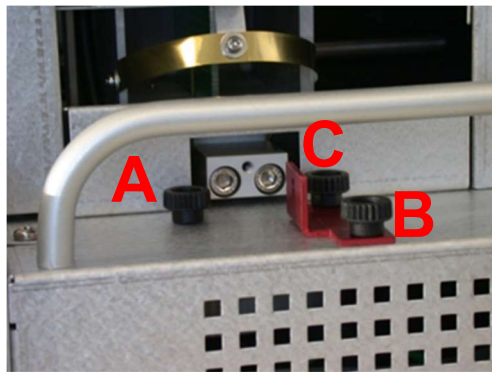
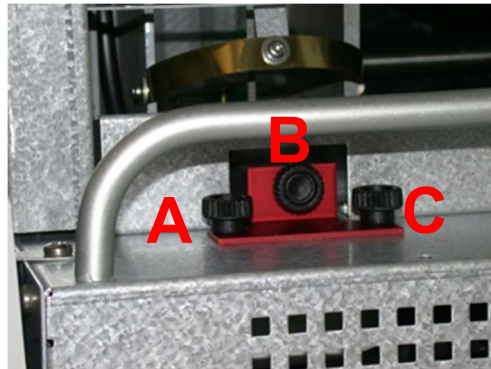

Figure 3A. Configuration (vis à oreilles) du verrou de transport 2 en position déverrouillée.
Figure 3B. Configuration (vis à oreilles) du verrou de transport 2 en position verrouillée.
- 7.6.3 Verrou de transport 2 : Retirer les vis à oreilles A et B; desserrer la vis C (figure 3A). Déplacer le support rouge en position verrouillée (figure 3B). Serrer la vis C; replacer la vis A dans sa position initiale; placer la vis B en position verrouillée. S'assurer que toutes les vis à oreilles sont bien ajustées, mais pas serrées.